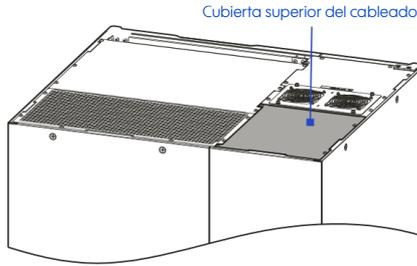

Figura 3-18 Ubicación de la cubierta superior del cableado del UPS-IND HF 13300 y 13400
- Utilice el desarmador para desenroscar los tornillos de fijación de la cubierta superior del cableado (como se muestra en la figura 3-18).